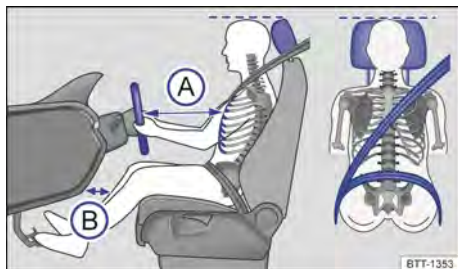

Fig. 1 Distância correta do condutor em relação ao volante, posição correta do cinto de segurança e ajuste correto do apoio para cabeça.
- Ajustar o apoio para cabeça de modo que a sua borda superior se encontre preferencialmente na mesma linha da parte superior da cabeça – porém não abaixo da altura dos olhos. Posicionar a parte posterior da cabeça o mais perto possível do apoio para cabeça → Fig. 1.